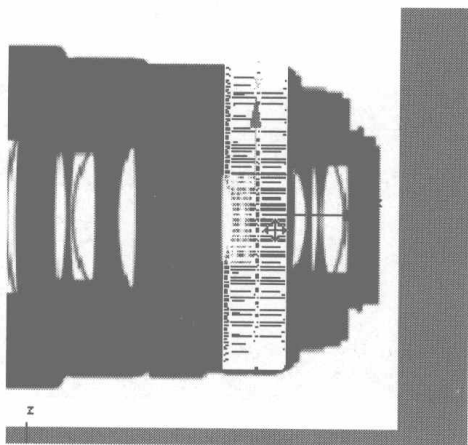

图 6.453
- 64** 在 Front 视图中用缩放工具将其进行适当的缩放，并移动到如图 6.453 所示的位置。